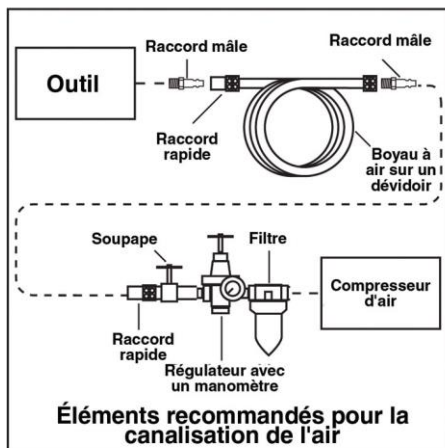

fig. 1
- Utilisez toujours un régulateur d'air, un filtre en ligne et un purgeur de condensat dans votre système d'air comprimé. Ces accessoires augmenteront la durée de vie de l'outil et le garderont en bon état de fonctionnement. Consultez fig. 1 pour voir les composants recommandés d'un système d'air comprimé.